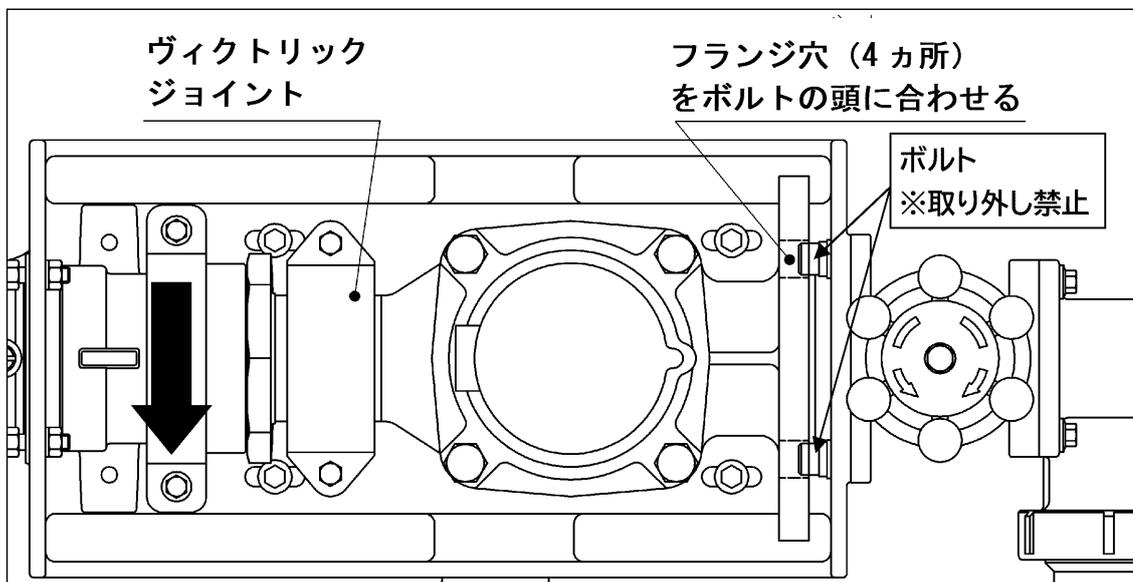
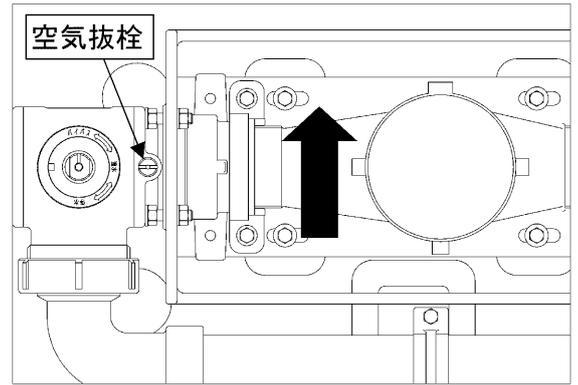

図 12
図 13
- ① ご使用前にリング脱落防止キャップを取り外して下さい。
- ② メータ接続部（メータの端面が当たる部分）にリングが組み付けられていることを確認して下さい。
- ③ 仕切弁のハンドルを「S」の方向に回し、弁を閉じて下さい。
- ④ メータとストレーナ押さえとヴィクトリックジョイントで接続します。
- ⑤ フランジ穴（4ヶ所）にボルトの頭が入る位置にメータを取り付け、ホルダハンドルを図 12 の矢印方向に回して取付けます。
- ⑥ ホルダハンドルは緩まないようにしっかりと締めます。
- ① バイパス切換用ハンドルを使い、流路切換弁をバイパス側に切り換えます。バイパス通水時はハンドルを取り外すことはできません。
- ② 仕切弁のハンドルを「S」の方向に回し、弁を閉じて下さい。
- ③ 空気抜栓を緩め、内部の圧力を抜いて下さい。
- ④ ホルダハンドルを固定している結束バンドを切ってください。
- ⑤ ホルダハンドルを矢印方向に回し、メータを取り外して下さい（図 13）。
- ⑥ メータ接続部のOリングを新しいものと交換します。
- ⑦ 25～40 のメータは、メータホルダにメータをのせます。50 のメータは、ストレーナ押えとヴィクトリックジョイントで接続します。その後、ホルダハンドルを図 12 の矢印方向に回して取付けます。また、ホルダハンドルは緩まないようにしっかりと締め付けて下さい。
- ⑧ 仕切弁を「O」の方向に止るまで回して全開にします。
- ⑨ 空気抜栓を緩めて、内部の空気を排出します。
- ⑩ 空気排出後、空気抜栓を水が止るまで手で締め付けて下さい。
- ⑪ 流路切換弁を通水の位置に戻し、バイパス切換用ハンドルを外して下さい。メータ接続部から漏水がなければ結束バンドでプレートとホルダハンドルを固定します。漏水した場合は、①の操作からやり直して下さい。
- ⑫ 流路切換弁にキャップを付けて、メータの引き換え作業は終了です。